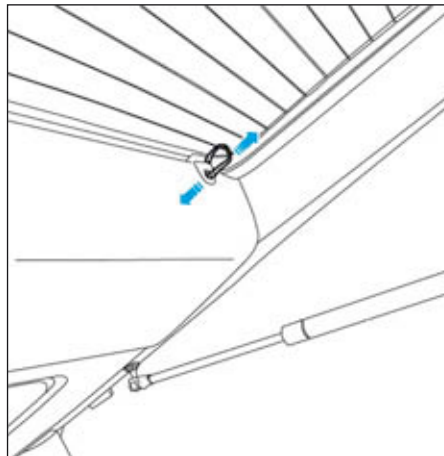

FIG.70
- Débrancher les deux connecteurs du faisceau de dégivrage (Fig.70).